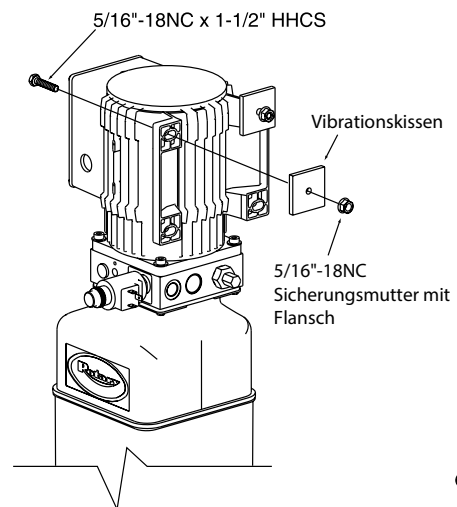
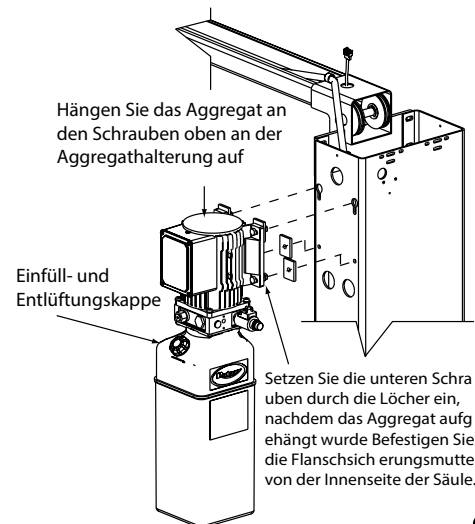
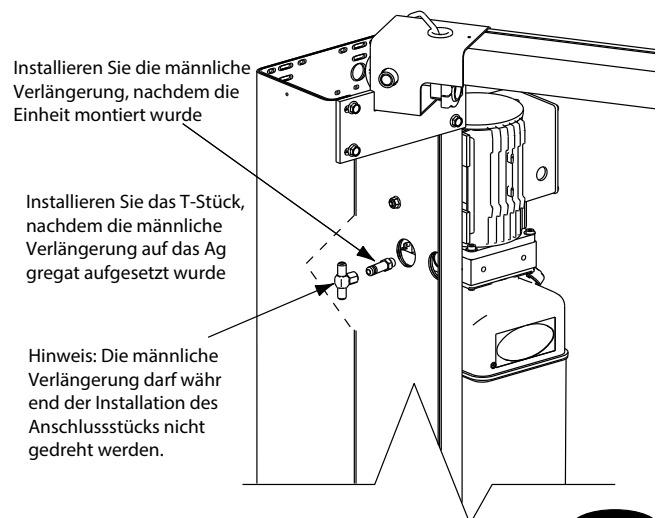

Abb. 10
Abb. 11
Abb. 12
Stecken Sie (2) 5/16"-18NC x 1-1/2" HHCS durch die oberen Löcher in der Halterung des Aggregats und verwenden Sie das Vibrationskissen, um es zu fixieren, Abb. 10. Montieren Sie die 5/16"-18NC Flanschmutter, bis das Ende der Schraube mit dem Ende der Mutter bündig ist. Das Aggregat auf die Säulenverlängerung montieren, Abb. 11. Schieben Sie die Schrauben/Muttern-Kombination in die oberen Löcher und bis zum unteren Ende des Schlitzes. HHCS, Vibrationskissen und Flansch-HHCS in den unteren Löchern des Aggregats installieren und festziehen. (Achten Sie darauf, dass das Vibrationskissen zwischen Aggregat und Säulenverlängerung liegt). Obere HHCS anziehen und Mutter. Installieren Sie die männliche Verlängerung an der Pumpe und ziehen Sie sie handfest an, bis der O-Ring sitzt, Abb. 12. Ziehen Sie die Gegenmutter weiter mit 14- 20Nm (1,4- 2,1kg-m) an, oder bis Mutter und Unterlegscheibe am Pumpenverteiler anliegen.
Installieren Sie das T-Stück mit Innengewinde am Verlängerungsstück, Abb. 12. Verwenden Sie das Anzugsverfahren für Bördelverschraubungen, um das T-Stück mit Innengewinde am Verlängerungsstück festzuziehen.